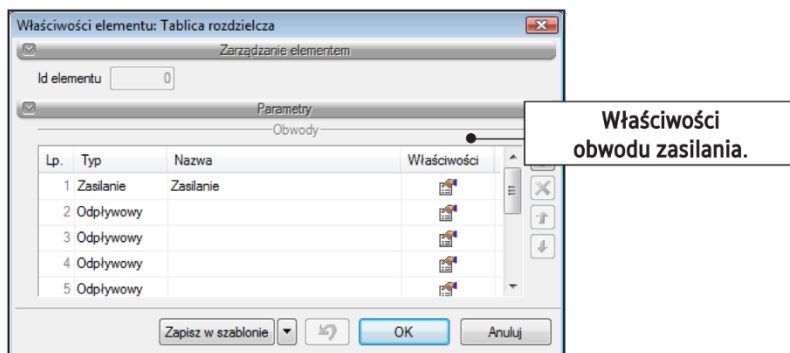

Rys. 9. Okno z przyciskiem Przejdźcie do dialogu własności.
- Zaznacz szablon schematu i przejdź do własności schematu, Rys. 9.